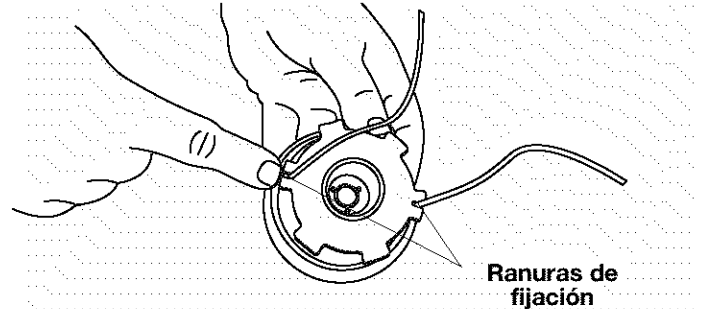

Fig. 25
4. Inserte uno de los extremos de la línea en cada ranura de fijación (Fig. 25).